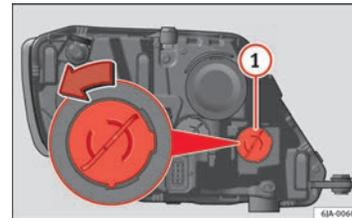

Abb. 151 Glühlampe für Blinklicht auswechseln
- Drehen Sie den Lampenträger ⇒ **Abb. 151 ①** gegen den Uhrzeigersinn und nehmen Sie ihn ab.